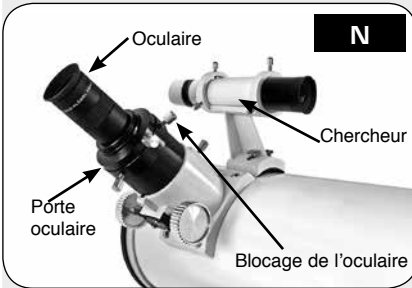

Fig. 10a: Insertion de l'oculaire dans le porte oculaire du télescope
10. Insérez l'oculaire: modèles Newton (Fig. 10a): ôtez le cache poussière du tube porte oculaire (Vous le remettrez en place dès la fin de la séance d'observation). Dévissez la vis de blocage de l'oculaire située à l'extrémité du tube porte oculaire (1, Fig. 1a) et insérez-y l'oculaire 25mm fourni (3, Fig. 1a). Sans forcer, bloquez-le en resserrant la vis de blocage.